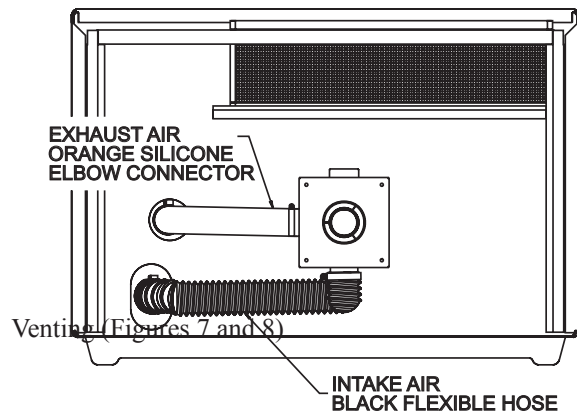

Figure 8
Soyez certain d'ébarber l'extrémité coupée avec une lime. L'installation sera facile après avoir coupé l'ouverture murale. Fixer en place la boîte de l'évent terminal en utilisant les (4) vis à tête hex 10 x 1" qui sont fournies. Placez la boîte de façon à ce que le milieu du tuyau d'évacuation soit dirigé vers l'ouverture de la sortie d'évacuation du radiateur. Voir Figure 8. Attachez le tuyau flexible noir d'entrée d'air de 2" (51mm) au connecteur du bas de 2" (51mm) sur la boîte d'évent en utilisant un collier de serrage. Attachez l'autre extrémité au connecteur d'entrée d'air situé au bas de la boîte en utilisant un collier de serrage. Ne pas plier le tuyau. Attachez la longue et droite extrémité du coude d'évacuation de 2" (51mm) en silicone orange au tuyau d'évent terminal du milieu et tournez le coude vers la sortie d'évacuation du radiateur. Attachez le tuyau à la boîte d'évent en utilisant un collier de serrage. Soigneusement, poussez l'arrière du radiateur près du mur et attachez le coude d'évacuation au tuyau d'évacuation de 2" (51mm) sortant du radiateur. Attachez le coude en utilisant le dernier collier de serrage. Maintenant, le radiateur peut être fixé au mur.